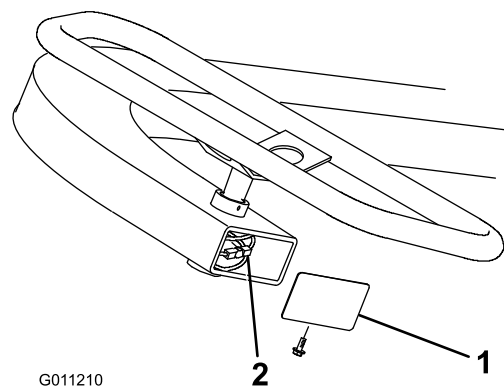

図 49
2. ケーブル端部のネジ切り部を全部使ってもたるみを取ることができなくなったら、ケーブルの交換が必要です。時々、ステアリング・コラムのカバーを外し、ハンドルの下にあるプーリとケーブル部を点検してください(図 49)。